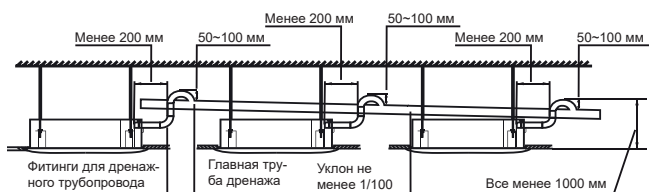

Рисунок 5.2
7. Если выход трубы дренажа воды расположен выше соединения в кожухе, попробуйте установить дренажную трубу в вертикальном положении, насколько это возможно, а соединения на выходе воды будут иметь такой изгиб, при котором высота трубы дренажа была в пределах 1000 мм в сторону от основания дренажного шпигата. Иначе, по окончании работы поток воды будет чрезмерным. См. рисунок 5.2